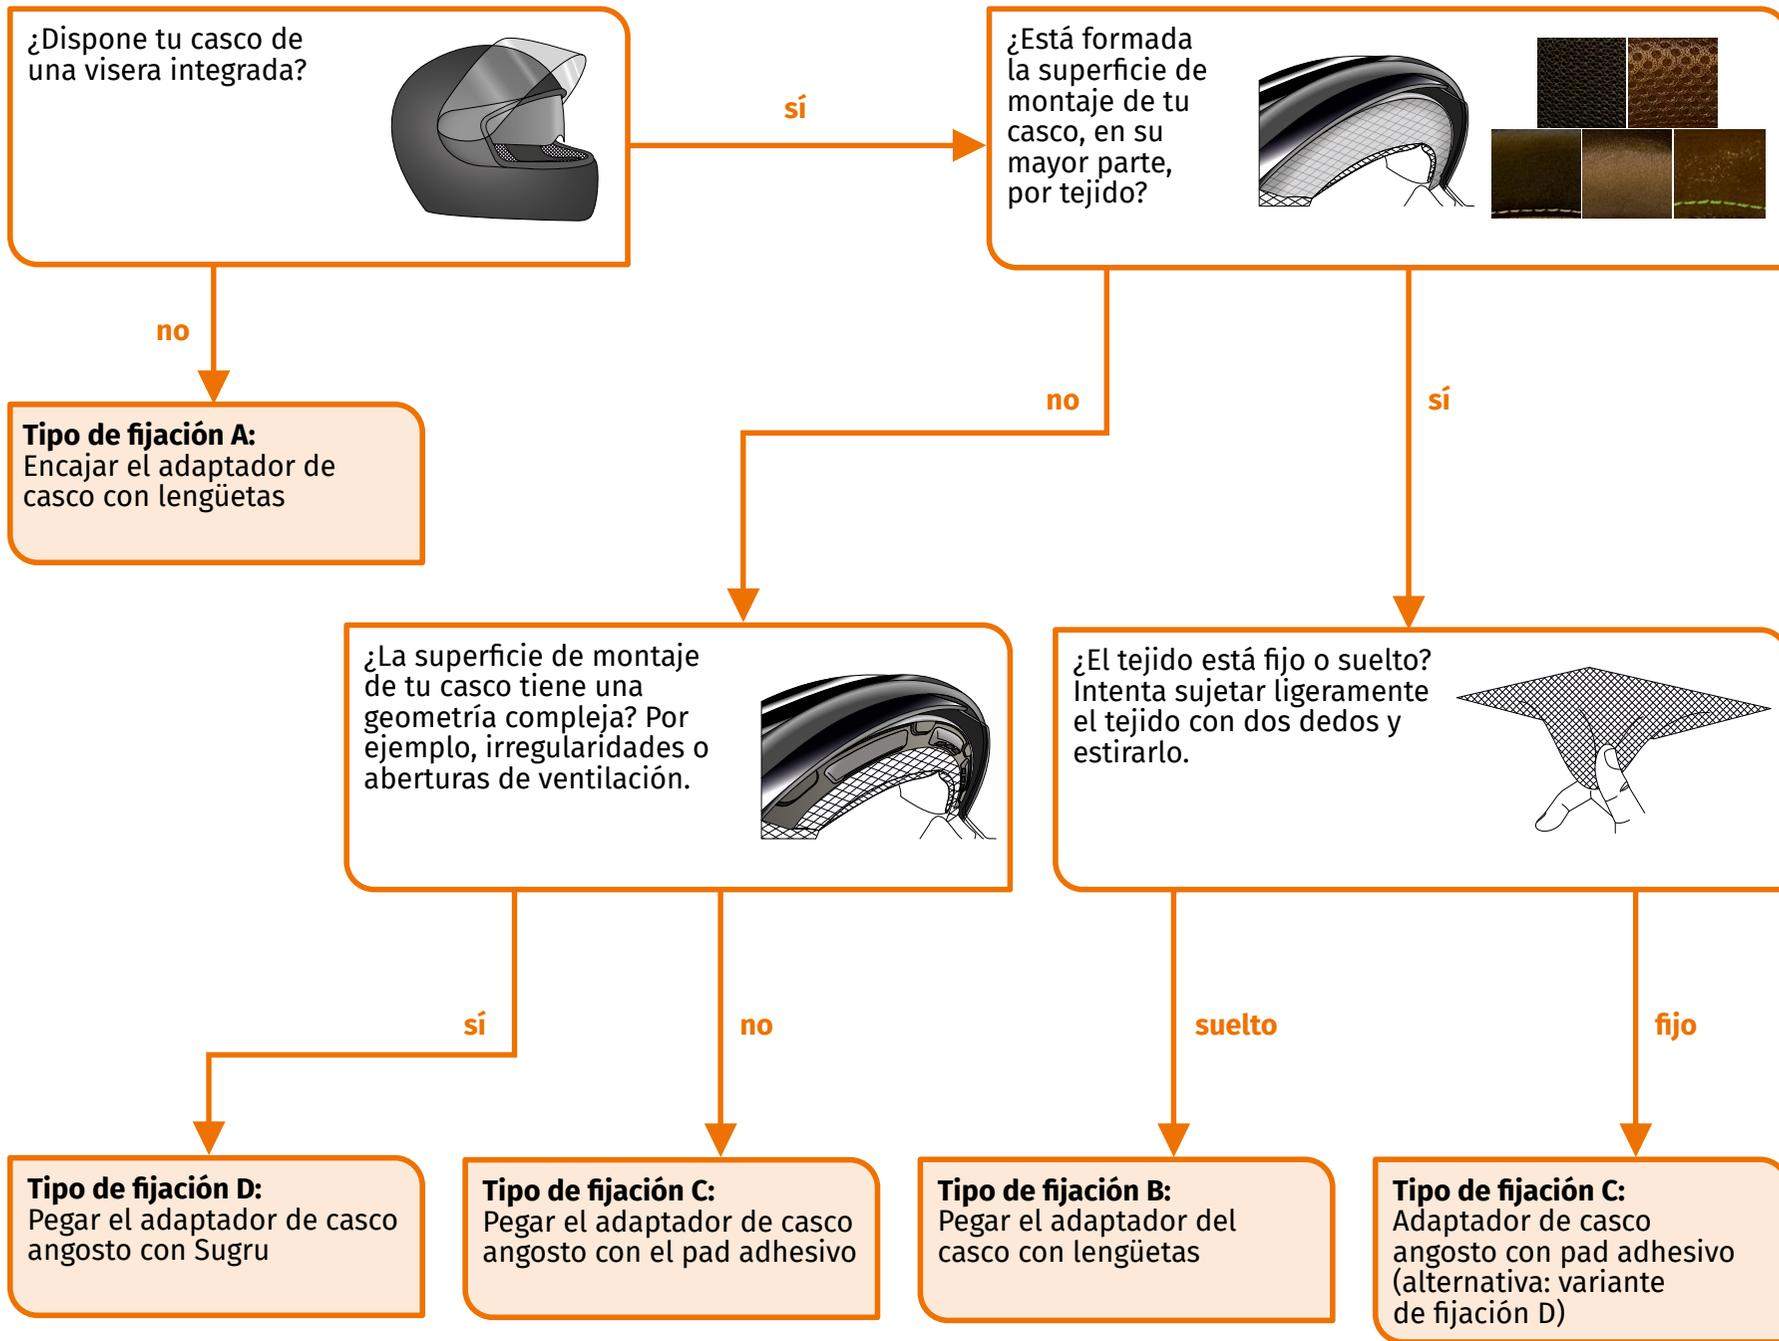

FIGURA 4: Diagrama de toma de decisión: Selección del adaptador de casco
1. Determina tu tipo de casco y la variante de fijación adecuada mediante la siguiente ayuda para la toma de decisiones (FIGURA 4).